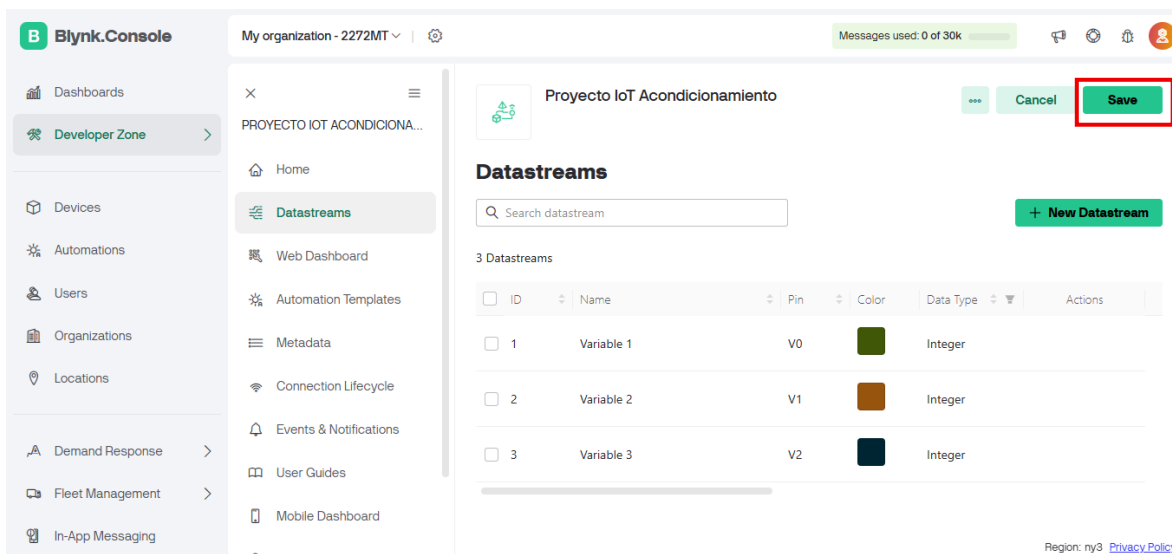

Figura 8.11. Creación de tres variables sobre la plantilla de trabajo
- Realice los pasos anteriores para adicionar un nuevo *Datastream* y por lo tanto una nueva variable de medición. Este paso se realiza tantas veces como variables desee monitorear (o controlar). En la Figura 8.11 se puede evidenciar la creación de tres (3)